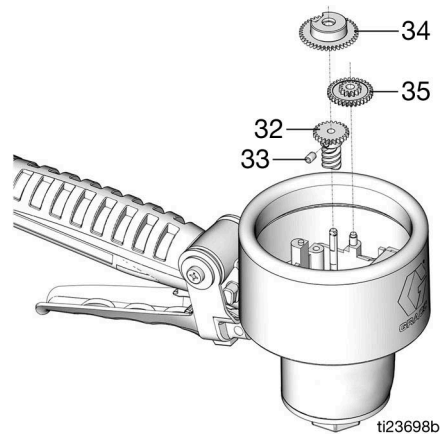

FIG. 18
6. Avec une clé hexagonale de 2 mm, déposer la vis sans tête des roues dentées (33). Déposer les roues dentées (32, 34, 35) (FIG. 18).